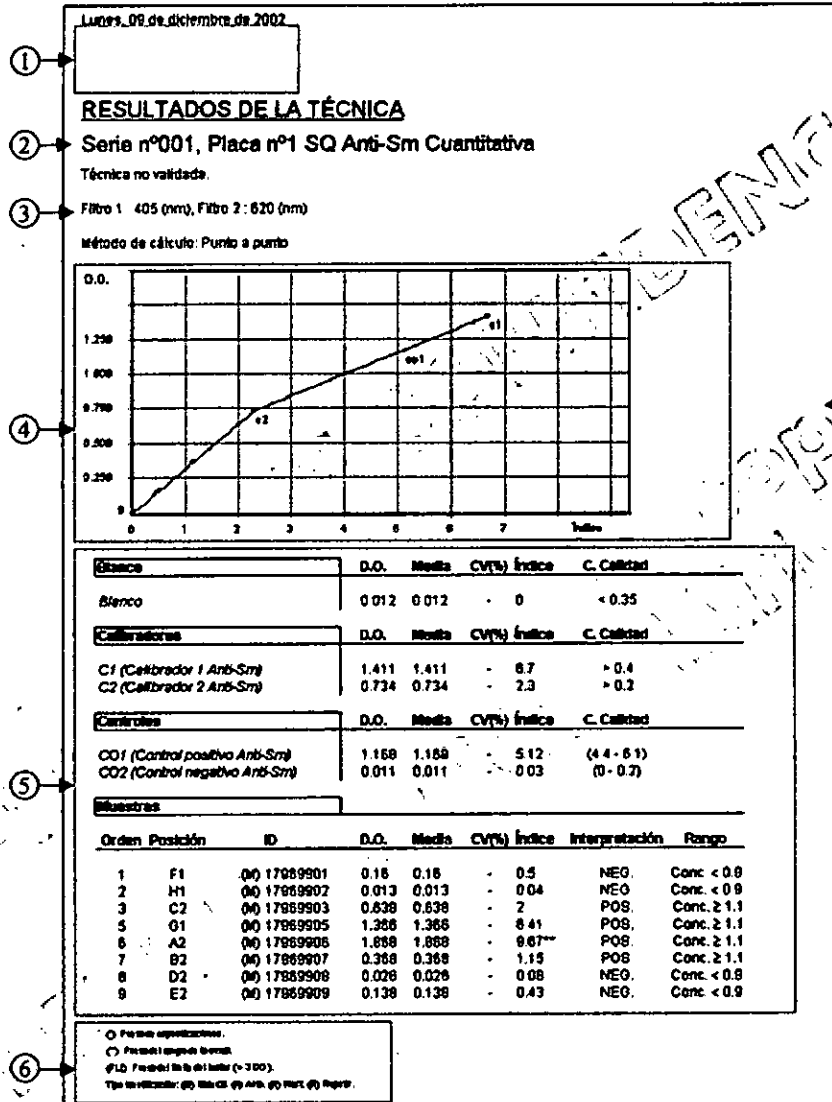

Figura 30: Hoja de impresión de resultados
- Encabezado de impresión si se ha configurado y fecha de procesamiento (Ref. 1, Figura 30).
- Datos sobre la serie (nº serie, nº placa y técnica) y datos de trazabilidad si se han introducido (Ref. 2, Figura 30).
- Filtros utilizados para la lectura (Ref. 3, Figura 30).
- Gráfica con la curva de calibración, o bien, datos sobre el Cut-Off (Ref. 4, Figura 30).
- Resultados del blanco (si existe), calibradores y controles (Ref. 5, Figura 30).
Junto a estos resultados pueden aparecer las siguientes indicaciones (Ref. 6, Figura 30):